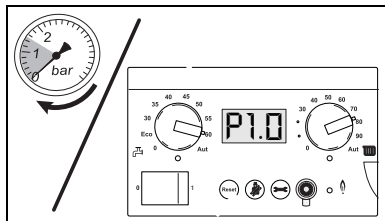

Fig. 15 Druckanzeige ablesen
- Leggere la pressione sul manometro analogico sul gruppo di collegamento o sul pannello di comando del BC10 (fig. 15).
- Leggere nuovamente la pressione dell'impianto sul manometro analogico o sul display del BC10 (fig. 15). Se la pressione scende sotto 1,0 bar, il sopra citato procedimento di riempimento e sfiato deve essere ripetuto tante volte, finché non si raggiunge la pressione desiderata e l'impianto di riscaldamento non è esente da aria.